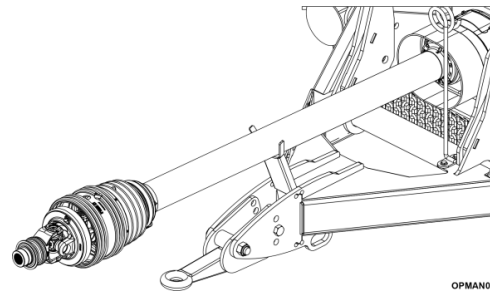

Abbildung 4.14 - Zapfwellenstützhalterung
- 4.5.1.7 Wenn die Welle nicht vollständig demontiert werden soll, verwenden Sie die Zapfwellenstützhalterung des Kreiseljähers, um die Zapfwelle aufzusetzen; siehe Abbildung 4.14. Dadurch wird sichergestellt, dass die Welle nicht mit Schmutz verunreinigt wird.